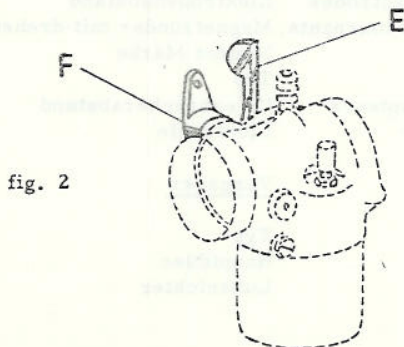

fig. 2
- Placer le starter E (fig. 2) du carburateur en position "Départ".
- Starterhebel E (fig. 2) am Vergaser in Stellung "Start" bringen.